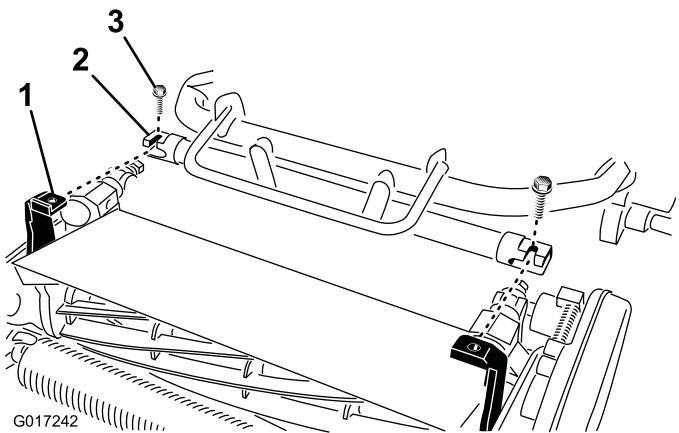

Bild 5
4. Bewegen Sie den Zugmaschinenrahmen (Bild 5) nach vorne, bis er in die Gelenkarme der Schneideeinheit greift.
5. Befestigen Sie den Zugmaschinenrahmen mit zwei Schrauben (3/8" x 3/4") an den Gelenkarmen der Schneideeinheit, wie in Bild 5 abgebildet.